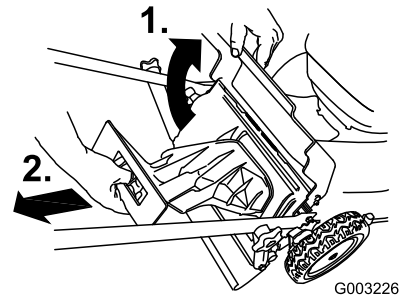

Figura 25
1. Levante y sujete la puerta trasera (Figura 25).
2. Retire el tapón de descarga trasera (Figura 25).